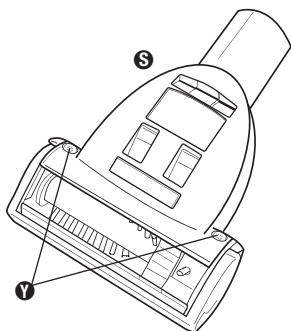

FIG. 8
Step 1: To open turbo nozzle **S**, unscrew the two (2) screws **V** on the side (FIG. 8).
Paso 1: Para abrir la boquilla turbo **S**, desatornille los dos (2) tornillos **V** del costado (FIG. 8).